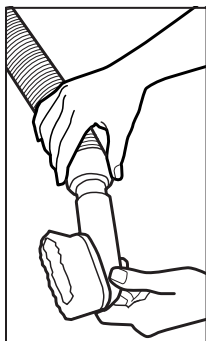

Fig. 4
2. Acople cualquiera de las herramientas integradas al extremo del tubo o directamente en el manguito de la manguera (Figs. 4 y 5).